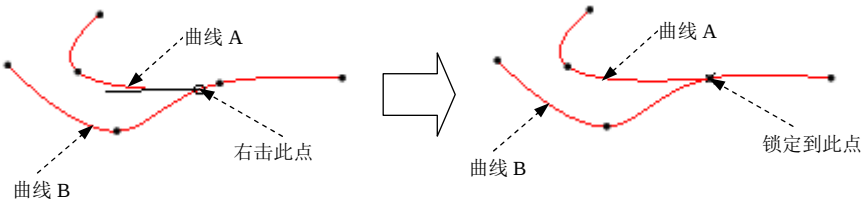

图 10.3.17 锁定到点
- **锁定到点**：选择此项，软点将自动锁定到一个最近的点（有可能是内部点或端点）。如图 10.3.17（左图）所示，在曲线 A 的右端点处右击，从快捷菜单中选择“锁定到点”命令，该点即锁定到一个最近的点（图 10.3.17 右图）。以此方式锁定的点，将不再具有移动的自由度（也就是无法拖曳），在屏幕上显示为“×”。